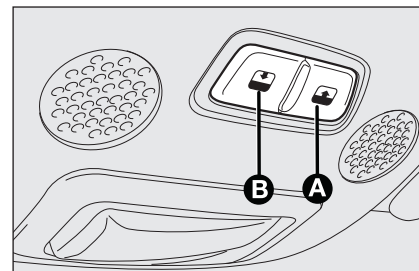

fig. 3 F0S0300m
L'apertura/chiusura della capote è possibile sia mediante comandi interni alla vettura, ubicati in prossimità della plafoniera **fig. 3**, sia mediante i tasti del telecomando (solo in apertura e per il tratto orizzontale).
Premendo una volta il tasto (one-touch) **A-fig. 3** il tetto si apre automaticamente sino a raggiungere la posizione di completa apertura orizzontale (posizione spoiler).
Dalla posizione intermedia del tratto orizzontale con una pressione del tasto (one-touch) **A-fig. 3** il tetto riprende il movimento automatico fino alla posizione di completa apertura del tratto orizzontale (posizione spoiler).
Dalla posizione spoiler con una pressione del tasto (one-touch) **A-fig. 3** il tetto si porta automaticamente in posizione di completa apertura (apertura verticale).
Premendo una volta il tasto (one-touch) **B-fig. 3** il tetto si chiude automaticamente sino a raggiungere la posizione spoiler (chiusura tratto verticale). Se prima del raggiungimento della posizione spoiler si applica una pressione su uno dei due tasti, il tetto si ferma ed inverte il movimento portandosi nella posizione iniziale (tutto aperto).
Dalla posizione spoiler con una pressione del tasto (one-touch) **B-fig. 3** il tetto si porta automaticamente fino alla posizione di sicurezza (circa 25 cm dalla posizione di completa chiusura). Se prima del raggiungimento della posizione di arresto si effettua una pressione su uno dei due tasti, il tetto si può fermare in una posizione intermedia nel tratto orizzontale di apertura.
**NOTA** Il tetto non si chiude automaticamente in modo completo; per chiudere completamente il tetto è necessario mantenere premuto il tasto **B-fig. 3**.
Dalla posizione intermedia del tratto orizzontale con una pressione del tasto (one-touch) **B-fig. 3** il tetto riprende il movimento automatico fino alla posizione di sicurezza (circa 25 cm dalla posizione di completa chiusura del tratto orizzontale).
Per chiudere completamente il tetto è necessaria la pressione prolungata del tasto **B-fig. 3**. Se prima del raggiungimento della posizione tutto chiuso il tasto viene rilasciato, il tetto si ferma istantaneamente.